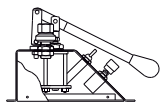

Рис. 1 – стр. 3
**Ежедневное техническое обслуживание:** произведите внешний осмотр, очистите от загрязнений и пыли сухой чистой ветошью. Проверьте наличие смазки на поверхности штока 9 (рис. 1) и в шарнирных соединениях 10. При её отсутствие или недостаточном количестве произвести смазывание соединений 10 консистентной смазкой ЛИТОЛ — 24 ГОСТ 21150-87, а поверхность штока 9 консистентной силиконовой смазкой (не аэрозоль).
- открутите винты 12 (рис. 1) и осторожно снимите нижнюю крышку 2;